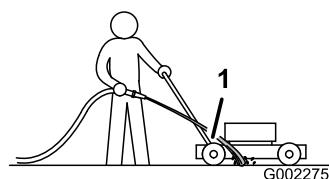

Figure 18
3. Tenez le tuyau d'arrosage à hauteur du guidon et dirigez le jet d'eau vers le sol, juste devant la roue arrière droite (Figure 18).